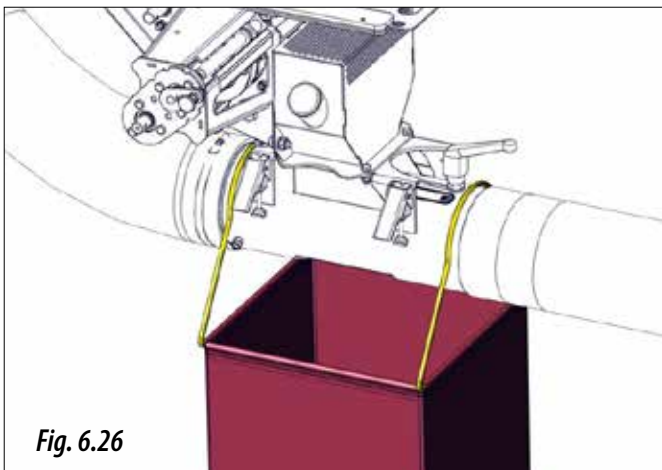

Fig. 6.26
- 3- Placer le sac fourni ou un récipient sous la sortie de l'injecteur venturi (figure 6.26).